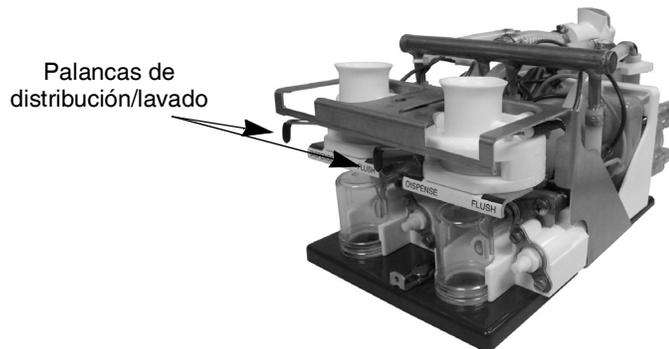

Figura 2. Ubicación de las palancas de distribución/lavado
1. Abra la puerta del gabinete y mueva la palanca de la válvula de la posición **Dispense** (Dispensar) a **Flush** (Lavar); consulte la Figura 2.